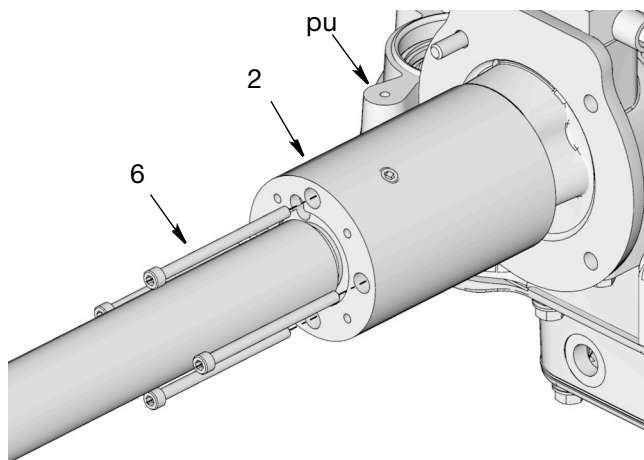

Рис. 48
24. Прикрепите переходник насоса (2) к верхней части насоса (pu) с помощью болтов (6). Используйте торцовый гаечный ключ для надежной затяжки болтов (Рис. 48). Затяните с усилием 7–9 футов на фунт (9–12 Н·м)